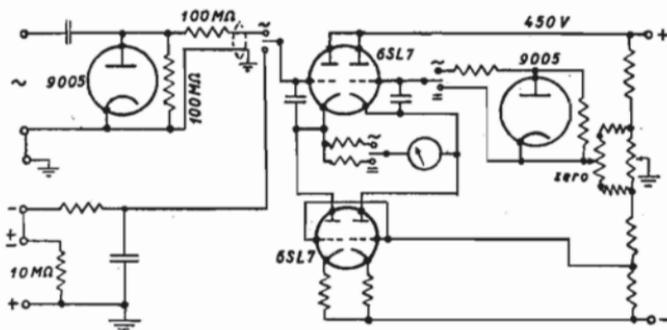

Fig. 223. — Schema di principio del voltmetro elettronico General Radio tipo 1800 A.
*Voltmetro elettronico General Radio 1800 A, fig. 223.*